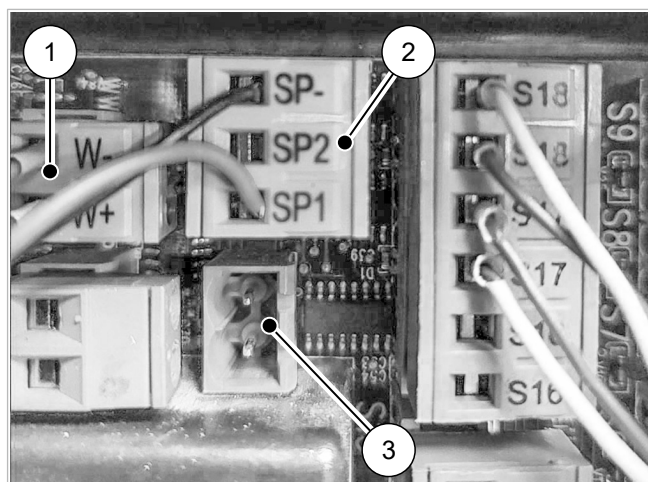

Abb. 4: Anschlüsse auf Netzplatine SC-3
3. Signalkabel an den Ausgang WW (O5) (siehe → Abb. 4) wie folgt anschließen:
1. Die Modulation des Gasbrenners SX-LN-2 erfolgt über den Ausgang O1 (siehe → Abb. 4). Die Modulationsanschlüsse des Gasbrenners auf eine zweipolige Buchsenleiste umklemmen und diese auf Ausgang O1 aufstecken.